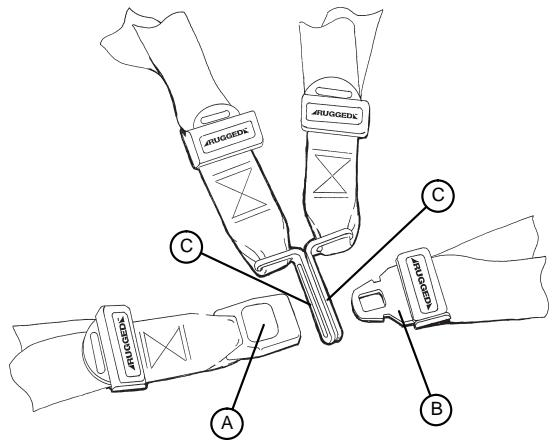

Figura 10 – Fissare con le fibbie le cinghie di contenimento
Premere il pulsante rosso (A) posto sul lato frontale dell'attacco della fibbia per sbloccare la punta della fibbia (B) (Figura 10). Estrarre la punta della fibbia dal ricevitore, tirandola.
Spingere la punta all'interno del ricevitore fino a sentire un clic. Accertarsi che la punta della fibbia passi attraverso entrambi i collegamenti (C) quando si allaccia la cinghia di contenimento sul torace (Figura 10).